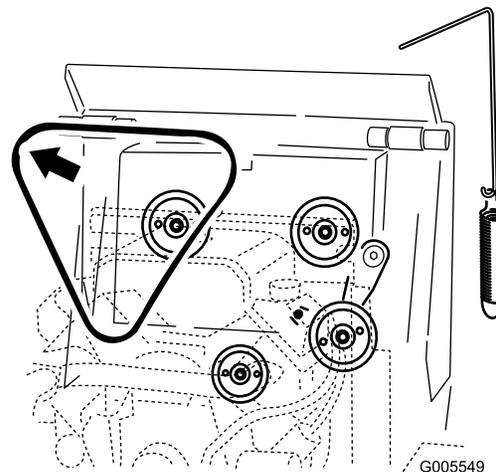

**Рисунок 51**
4. Снимите пружину натяжного шкива с натяжного шкива в сборе (Рисунок 51).
6. Установите новый ремень привода на три шкива (Рисунок 51).